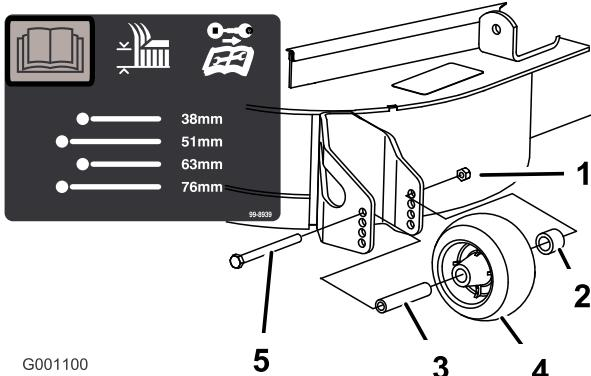

Figura 22
3. Despues de ajustar la altura de corte, ajuste los rodillos retirando la tuerca con arandela prensada, el casquillo, el espaciador y el perno (Figura 20, Figura 21, y Figura 22).
5. Instale la tuerca con arandela prensada, el casquillo, el espaciador y el perno. Apriete a 54–61 Nm (Figura 20, Figura 21 y Figura 22).